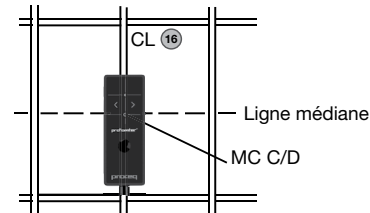

Figure 9: position optimale de la sonde
- Positionnez de manière optimale le support de sonde au niveau de la ligne de début (voir figure 9, la MC C/D au niveau de la ligne médiane des armatures métalliques parallèles au sens de déplacement, les deux rectangles en 16 sont de dimension équivalente).
REMARQUE! Avant de mesurer en mode Multi-Line (voir figure 9), il est recommandé de localiser les armatures métalliques du premier lit et du second lit en mode Locating (Localisation) pour trouver la position de ligne optimale. L'option «Align Rebar Position» (Aligner la position des armatures métalliques) doit être paramétrée seulement si toutes les armatures métalliques sont parallèles à la ligne de début (axe Y). Pour les grandes zones, il est recommandé de ne pas régler l'option «Return to start on new line» (Retourner au début sur une nouvelle ligne) et de mesurer les lignes alternativement du début à la fin, puis de la fin au début.